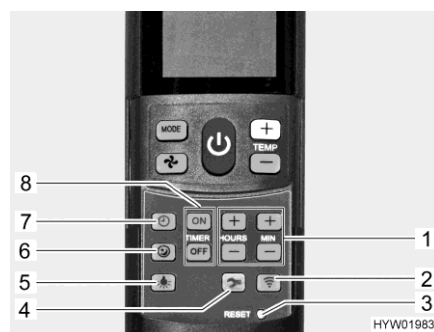

Bild 248 Fjärrstyrning med inställningsknappar (klimatanläggning)
- Tryck på knappen för tyst körning (Bild 248,6). I kyl drift går fläkten med ett lägre varvtal och blir då mycket tystare.
- Tryck på knappen för klocka (Bild 248,7).
- Ställ in timme och minuter med knapparna (Bild 248,1).
- Tryck ner knapp "ON" (Bild 248,8).
- Tryck på knapparna för tidsinställning (Bild 248,1) tills önskat tidsintervall fram till start nås.
- Tryck ner knapp "OFF" (Bild 248,8).
- Tryck på knapparna för tidsinställning (Bild 248,1) tills önskat tidsintervall fram till urkoppling nås.
- Tryck ned knappen "ON" eller "OFF" (Bild 248,8) en gång till.
- Slå på belysningen: ■ Tryck på knappen för belysning (Bild 248,5). Belysningen kopplas in med det senast använda dimningsnivån.
- Dimma belysningen: ■ Tryck in knappen för belysning (Bild 248,5) och håll den intryckt tills önskad ljusstyrka uppnås.
- Slå av belysningen: ■ Tryck på knappen för belysning (Bild 248,5).
- ▷ Setup knappen (Bild 248,4) har uppgiften att ansluta fjärrstyrningen med klimatanläggningen vid den första idrifttagningen.